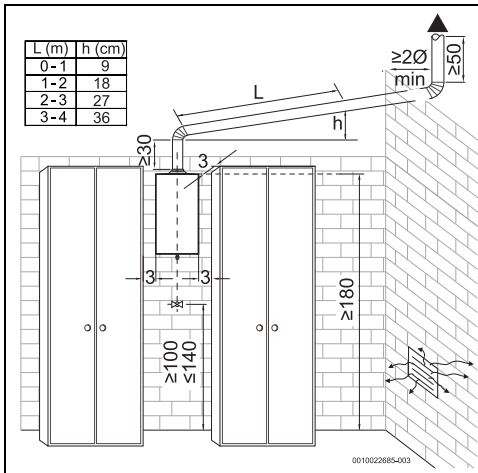

Fig. 11 Distancias mínimas
- ▶ Respetar las separaciones mínimas indicadas en la Fig. 11.
- ▶ Asegurarse de un libre acceso de trabajos de mantenimiento y cumplir para ello las distancias indicadas en la imagen 11.